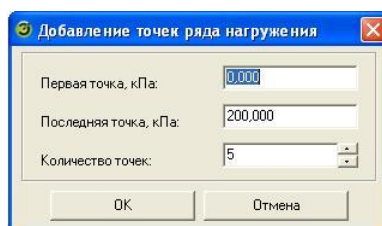

Рисунок 3.7.14 – Диалог генерации метрологического ряда нагружения
- «*Метрологический ряд*». Кнопка предназначена для автоматической генерации метрологического ряда. При этом все ранее добавленные точки ряда нагружения удаляются. При нажатии на неё выводится диалог генерации метрологического ряда нагружения (рисунок 3.7.14).